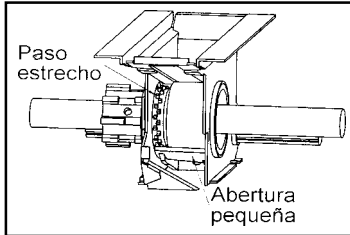

fig. 3
- Paso estrecho, espolones pequeños, para semillas finas (fig. 3).
- Regular la abertura de la trampilla inferior del distribuidor para adaptarla al tamaño de la semilla (figs. 3, 4 y 5).